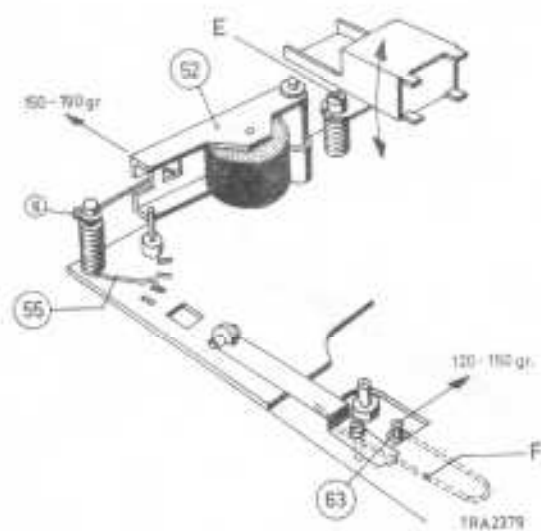

Fig. 20
- Régler sur la tension la sortie maximale à l'aide de la vis E (fig. 20).
- La force nécessaire à dégager le galet presseur juste du bobinage doit être comprise entre 150 et 190 g, fig. 20.
Lorsque le couple de la friction d'embobinage est trop faible, mesurer d'abord la force de pression de la poulie sur le plateau à bobine, comme il est indiqué dans la figure 20.
Commencer l'appareil sur "reproduction". La pression du galet presseur exercée contre le plateau à bobine de droite doit être comprise entre 120 et 150 g, figure 20. Cette force est ajustable en courbant légèrement le ressort à fil F au-dessous du levier du galet presseur.